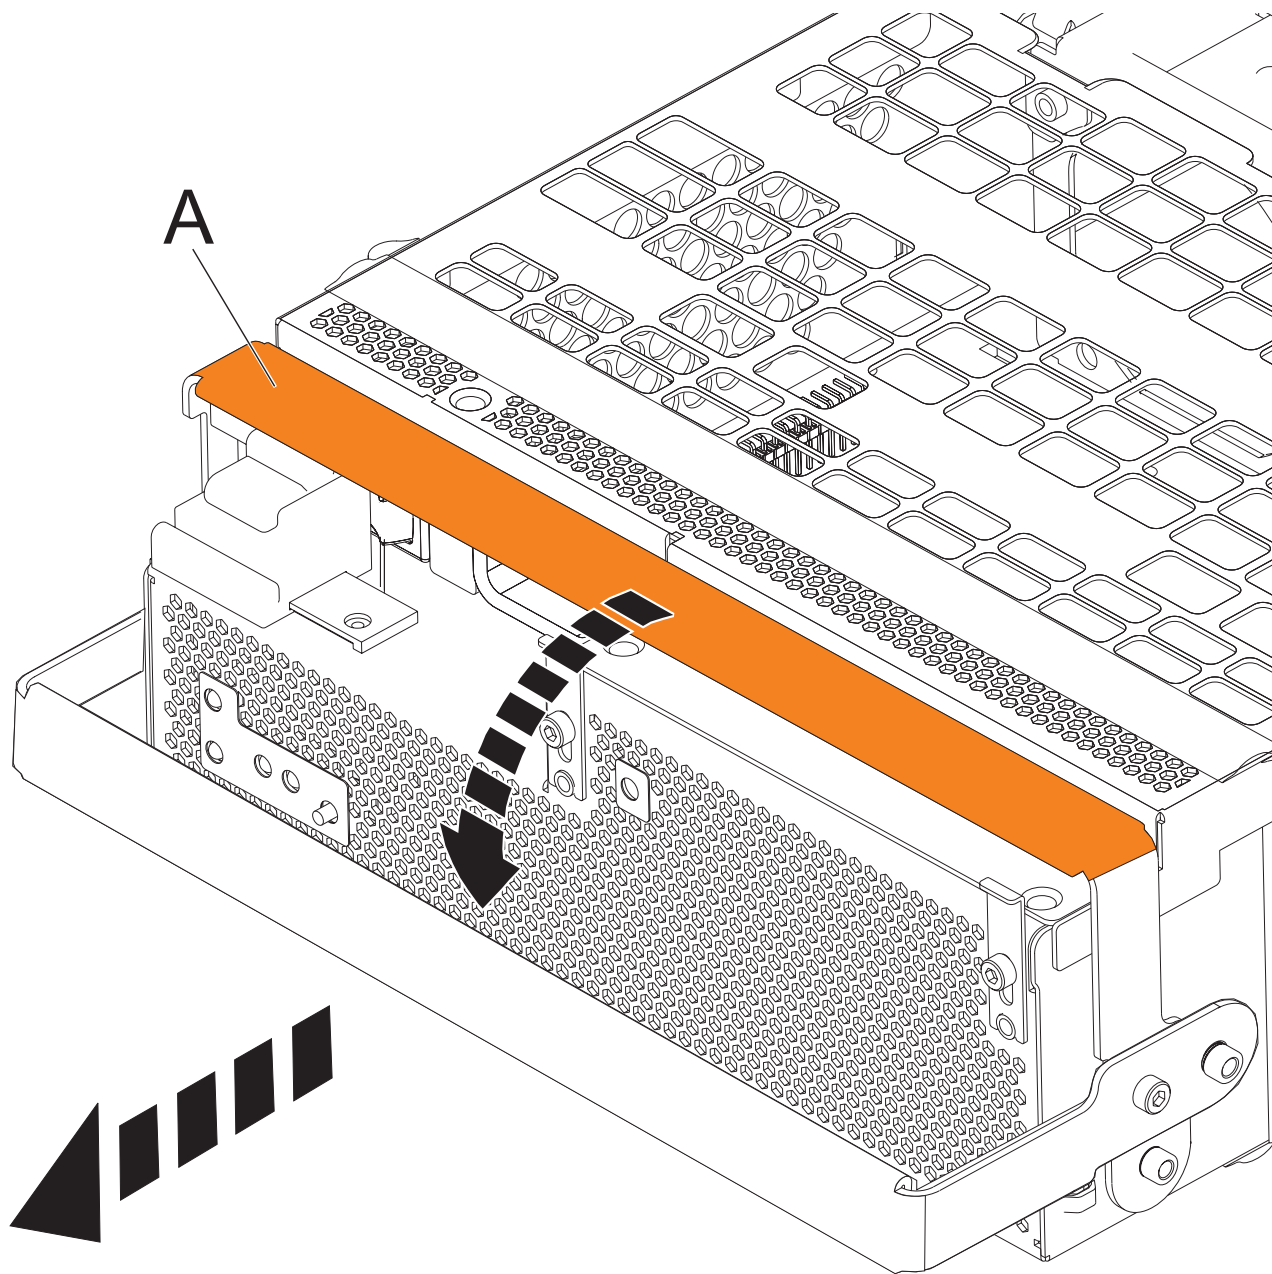

Figura 84. Extracció dels conjunts de conversió fora de línia
- a. Tibeu de la nansa de l'OCA (**A**) cap avall en la direcció que es mostra a la il·lustració per treure l'OCA del seu lloc. Consulteu Figura 84 a la pàgina 120.